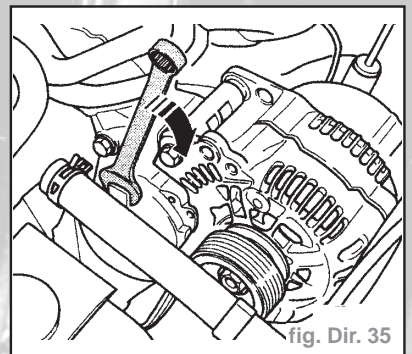

fig. Dir. 35
- Pour détendre la courroie à nervures trapézoïdales, basculer le dispositif de tension dans le sens de la flèche (fig. Dir. 35).